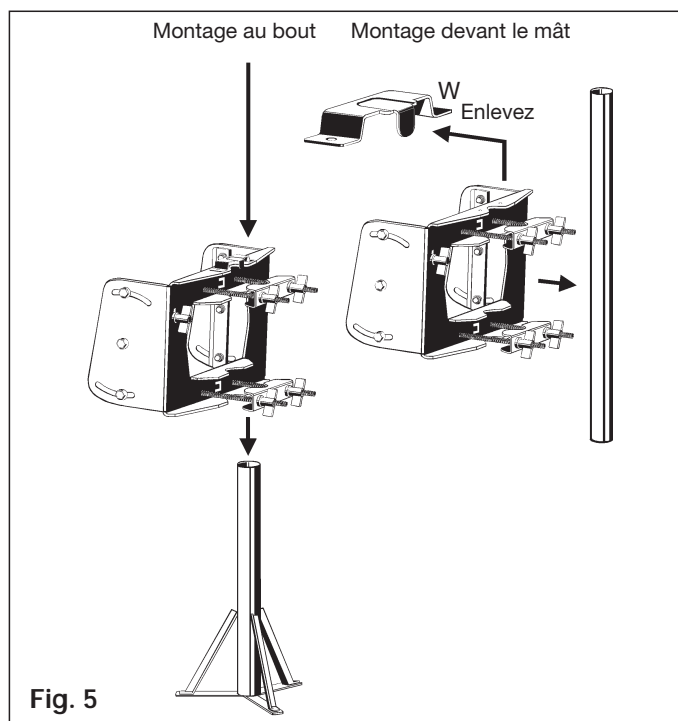

Fig. 5
b) Montage du support (Fig. 5)